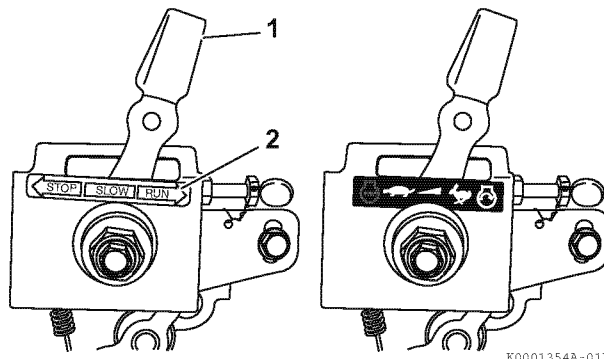

Abbildung 3
1. Falls die Motordrehzahlregelung **Abbildung 3** ähnelt, Drehzahlregelungshebel (1, **Abbildung 3**) auf Position RUN (2, **Abbildung 3**) schieben.